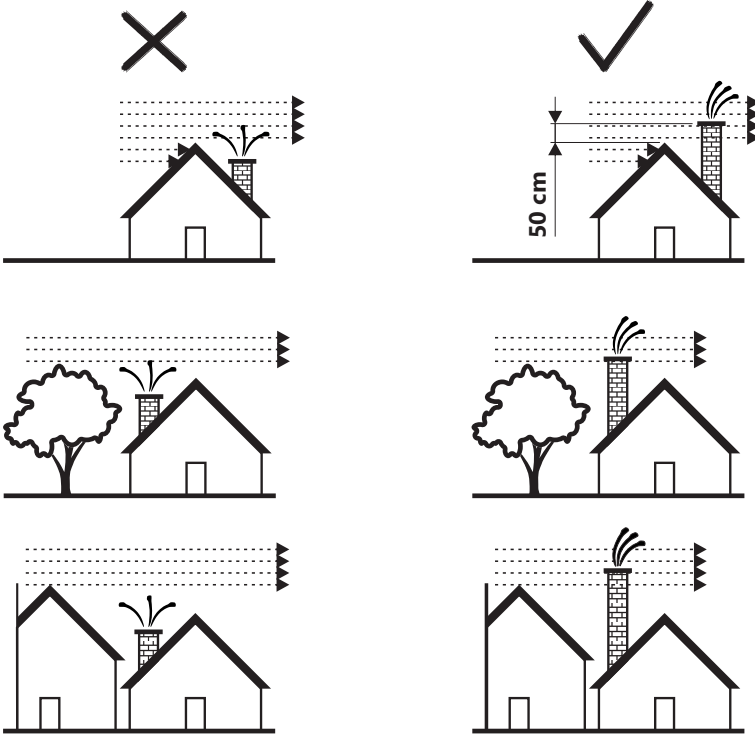

Figure 2a
- la cheminée doit être plus haute que le toit d'au moins 0,5 m et dépasser les bâtiments/obstacles qui se trouvent à son voisinage (une maison voisine, un arbre...) (figure 2a).